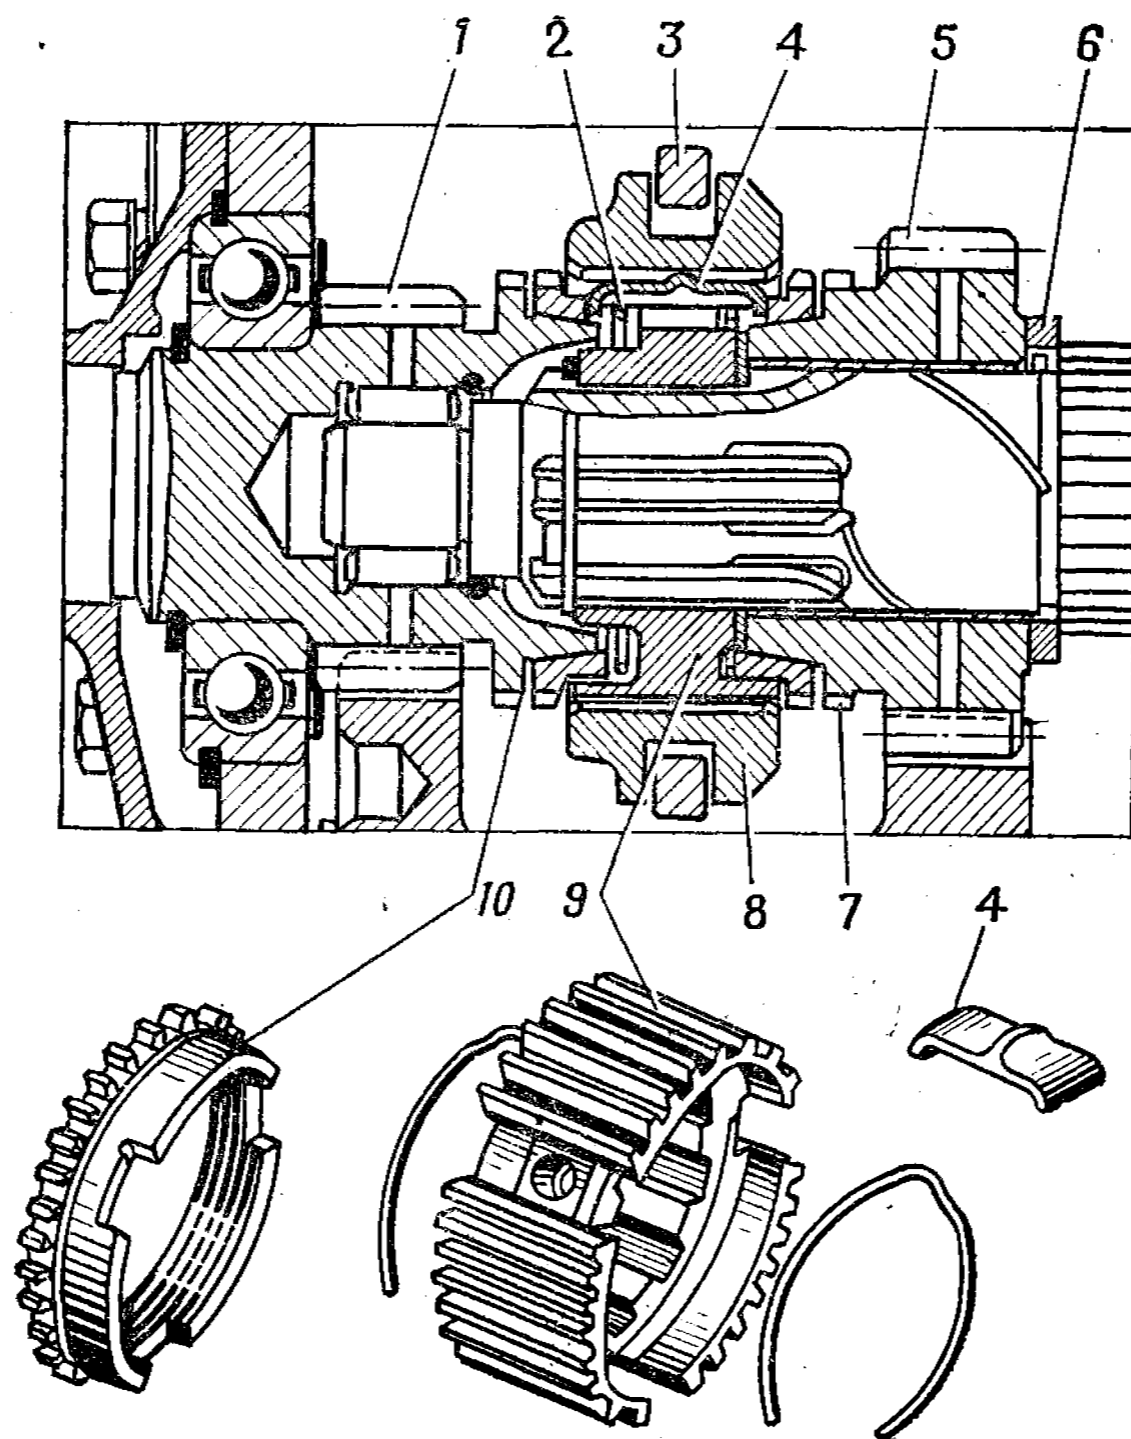

Рис. 97. Синхронизатор:
29. Снять стопорное кольцо ступицы 9 (рис. 97) скользящей муфты синхронизатора и регулировочные прокладки	Отвертка Б 150×0,5; молоток АЗ